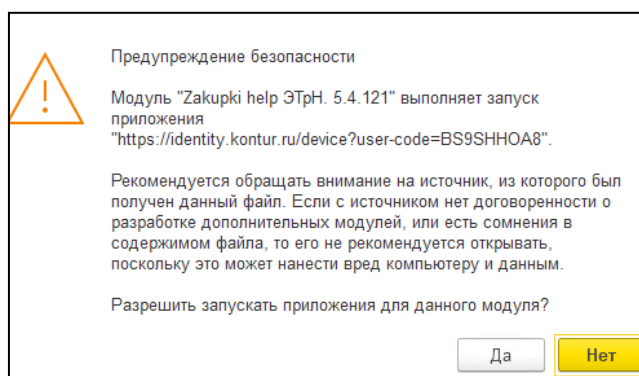

Рис. 70. Окно предупреждения
- с. В окне предупреждения выберите «Да» (рис. 70).